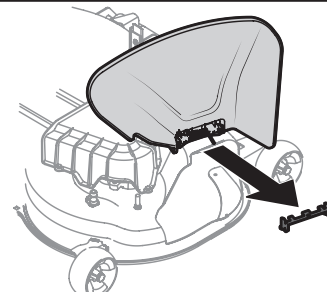

Figura 4
1. Inspeccione la plataforma del tractor para ver si hay una traba de seguridad que pueda estar sujetando el deflector del canal hacia arriba para el envío. Si la traba está presente, se la debe extraer antes de hacer funcionar el tractor. Sosteniendo el deflector del canal totalmente hacia arriba, extraiga la traba de seguridad. Baje el deflector del canal y descarte la traba de seguridad. Consulte la Figura 4.